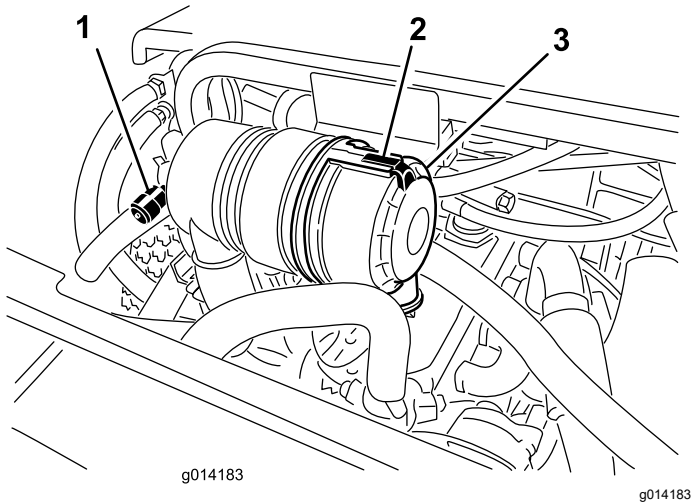

图 30
仅在维修指示灯 (图 30) 要求时才维修空气滤清器滤芯。如果是在必须更换之前才更换空气滤清器只会增加灰尘在滤清器拆下时进入发动机的几率。
1. 松开将空气滤清器盖固定到空气滤清器壳体上的闩锁图 30。